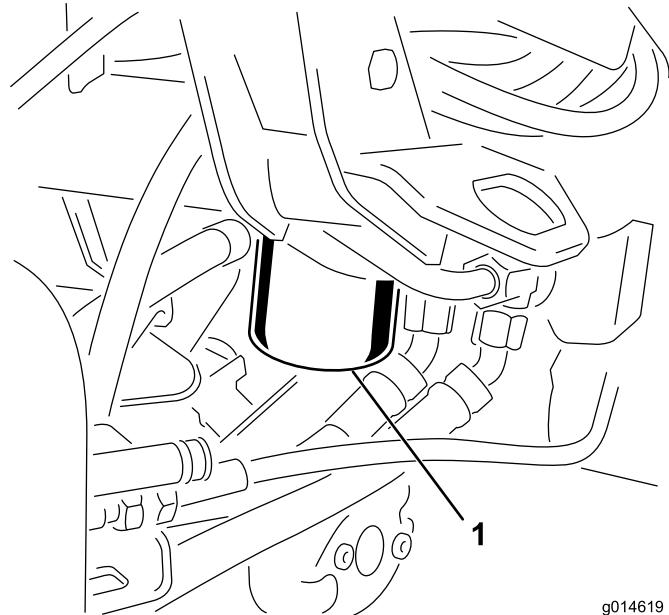

Figure 37
1. Nettoyez la zone autour de la surface de montage du filtre (Figure 37). Placez un bac de vidange sous le filtre et enlevez le filtre.